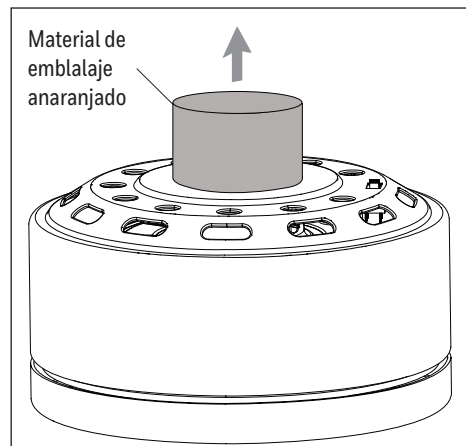

Figura 2.3
3. Deseche el material de embalaje anaranjado de la parte superior e inferior del conjunto del motor (Figura 2.3).